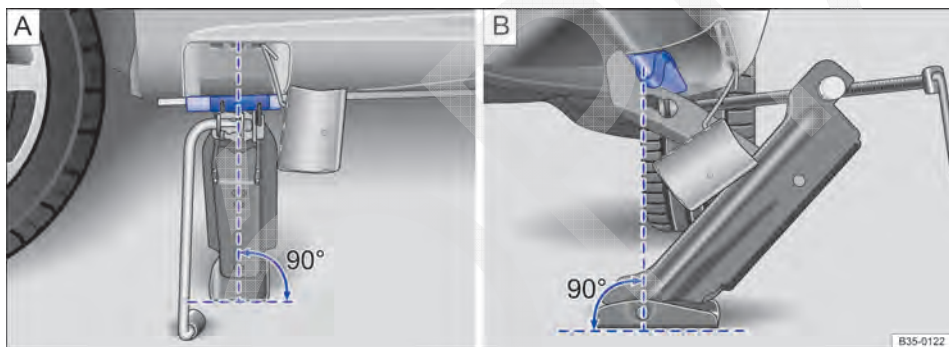

Fig. 233 Macaco posicionado no lado esquerdo traseiro do veículo.
9. Garantir que a base do macaco, com toda sua superfície, esteja sobre o chão e que a base se encontre perpendicularmente abaixo do ponto de colocação ⇒ Fig. 233.
10. Alinhar o macaco e, simultaneamente, levantar a garra do macaco até ela se encaixar na travessa debaixo do veículo ⇒ Fig. 233.
- Posicionar o macaco somente nos pontos indicados. A garra do macaco deve se encaixar no perfil da longarina de forma segura ⇒ Fig. 233.